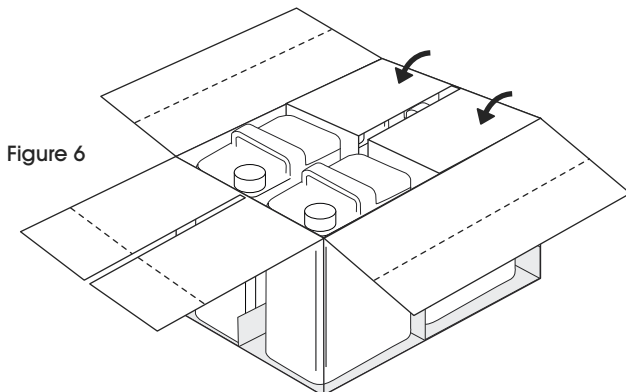

Figure 6
7. Fold four small side flaps along dotted lines on top of box. Tuck to form box top. (See Figure 6)
- Pliez les quatre petits rabats latéraux du dessus de la boîte le long des lignes pointillées. Rentrez les rabats pour former le dessus de la boîte. (Voir Figure 6)